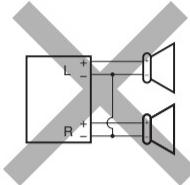
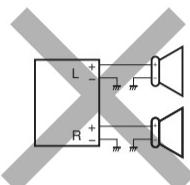
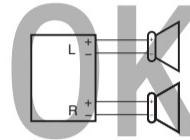

Fig. 1
Fig. 2
Fig. 3
- If the speaker wiring in your car is as illustrated in Fig. 1 and Fig. 2 below, DO NOT connect the unit using that original speaker wiring. If you do, the unit will be seriously damaged. Redo the speaker wiring so that you can connect the unit to the speakers as illustrated in Fig. 3.
- If the speaker wiring in your car is as illustrated in Fig. 3, you can connect the unit using the original speaker wiring in your car.
- Si el conexionado de altavoz de su automóvil es como se indica en las Figs. 1 y 2 de abajo, NO conecte la unidad utilizando ese conexionado de altavoz original. Si lo hace, se producirán daños graves en la unidad. Vuelva a efectuar el conexionado de altavoz de manera que pueda conectar la unidad a los altavoces de la manera indicada en la Fig.3.
- Si el conexionado de altavoz de su automóvil es como se indica en la Fig.3, podrá conectar la unidad utilizando el conexionado de altavoz original de su automóvil.
- Si le câblage des enceintes de votre voiture est réalisé comme montré sur la Fig. 1 ou Fig. 2 ci-dessous, NE CONNECTEZ PAS l'appareil en utilisant ce câblage original d'enceintes. Si vous le faites, l'appareil sera sérieusement endommagé. Recommez le câblage des enceintes de façon que vous puissiez connecter l'appareil aux enceintes comme montré sur la Fig. 3.
- Si le câblage des enceintes de votre voiture est comme montré sur la Fig. 3, vous pouvez connecter l'appareil en utilisant ce câblage original d'enceintes pour votre voiture.